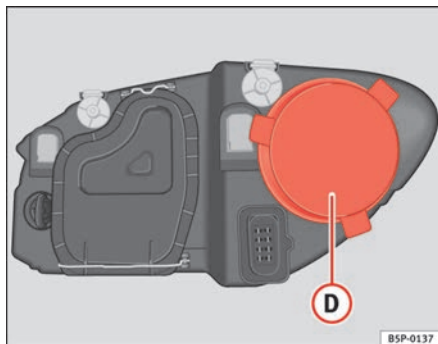

Abb. 183 Standlicht
- Den Deckel ⇒ Abb. 183 ① abziehen.